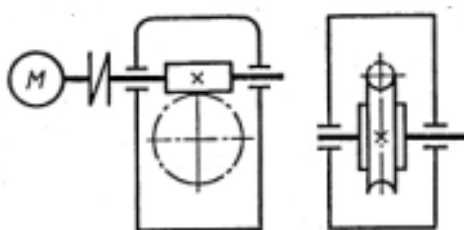

Рисунок 11 Исходная схема червячного редуктора
1. Ознакомиться с заданием рисунок 11.